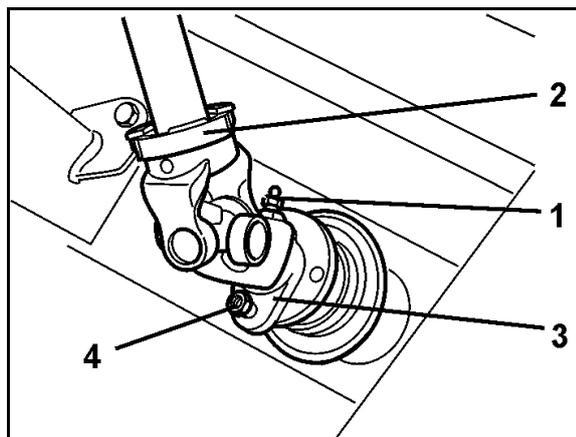

Fig. 81
1. Soltar o bocal de lubrificação cónico (Fig. 81/1) na forqueta de ligação (Fig. 81/2) do veio de transmissão.
2. Retire o parafuso transversal (Fig. 81/4) entre o flange da forqueta (Fig. 81/3) do veio de transmissão e o flange do veio de entrada na caixa de velocidades.